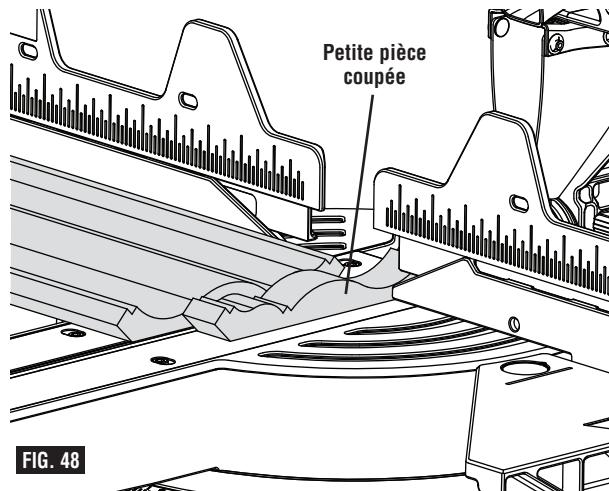

FIG. 48
**AVERTISSEMENT** Lorsque vous réalisez une coupe composée sur une moulure à plat sur la table, des pièces coupées étroites (d'au plus 2 po de largeur) peuvent être projetées à grande vitesse par-dessus le guide et au-delà de l'arrière de l'outil (voir la figure 48). Utilisez le guide auxiliaire en suivant les instructions, et de la façon illustrée, dans les figures ci-dessous.